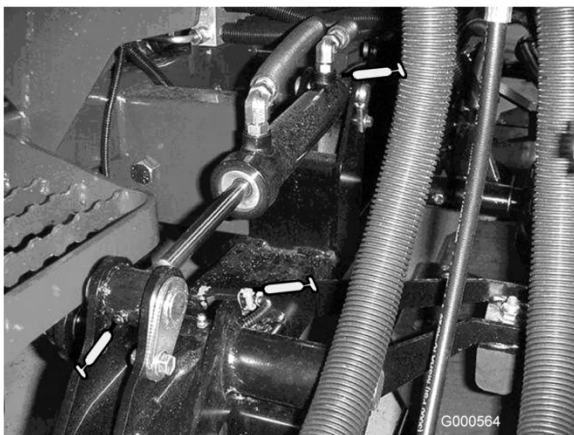

Bild 27
- Hubarmbüchsen (1 pro Mähwerk) (Bild 27)
- Hubzylinderbüchsen (2 pro Mähwerk) (Bild 27)